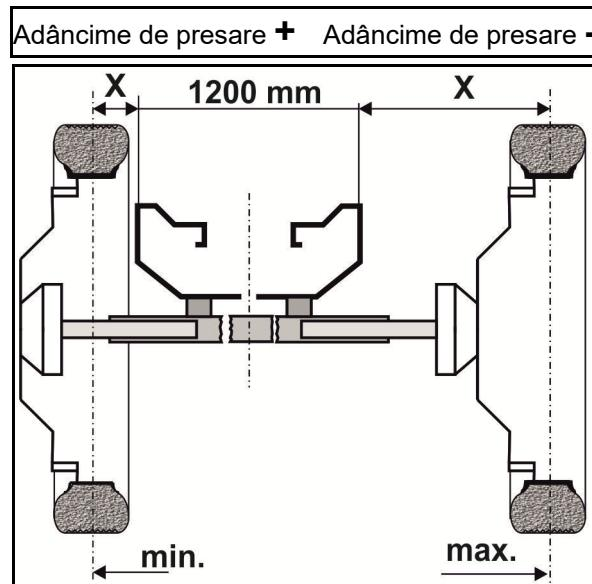

Fig. 104
5. Introduceți, respectiv extrageți semi-axele în poziția dorită. În acest sens, determinați dimensiunea "x" de la muchia exteroară a cadrului de bază (Fig. 104/1) până la mijlocul roții stropitoarei și introduceți, resp. extrageți corespunzător semi-axa.